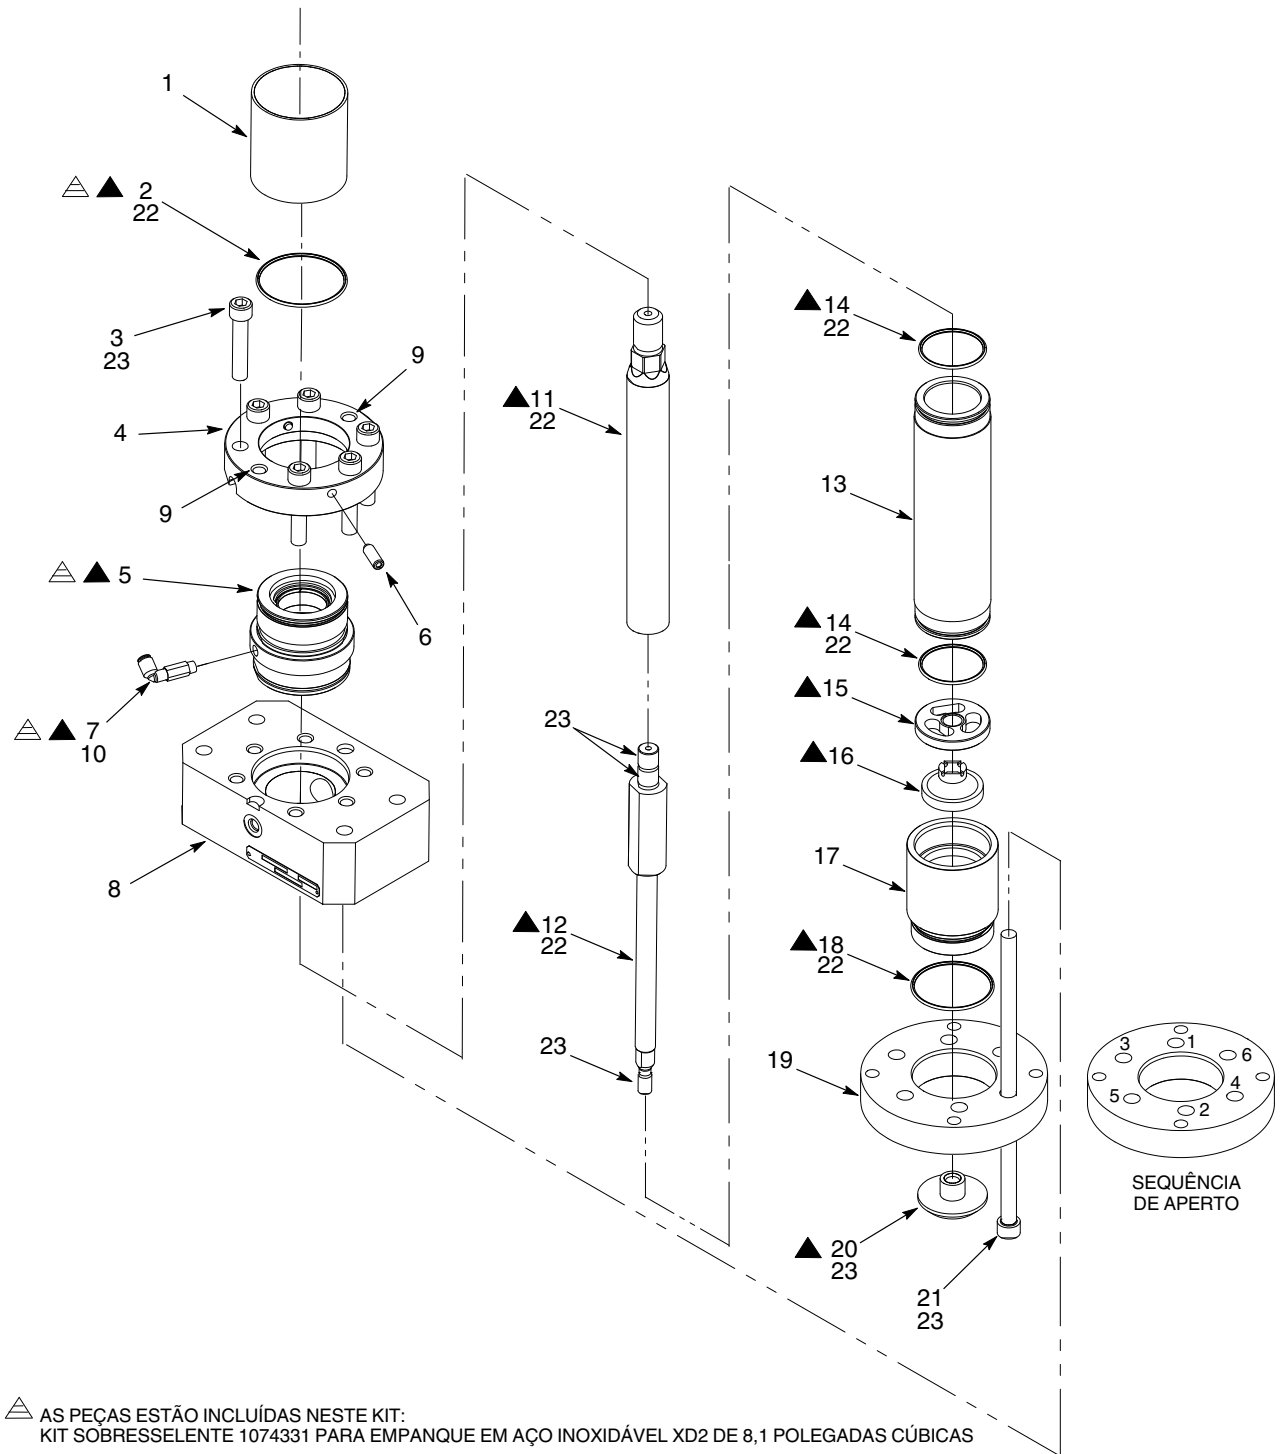

Figura 8 Reparações da seção hidráulica em aço inoxidável
1. Consulte a figura 8. Retire a câmara de solvente (1) e a junta tórica (2) do empanque (5). Elimine a junta tórica.
- a. Retire os parafusos (3) do rebordo (4). Introduza dois parafusos nos orifícios roscados (9) como ilustrado.
- b. Aperte os parafusos alternadamente para retirar o empanque do corpo superior da bomba (8).
- c. Desaperte os parafusos de fixação (6) e retire o empanque (5) do rebordo (4).
- d. Retire as uniões (7) do empanque.
3. Retire o adaptador da pá (20) da haste da pá (12).
4. Retire os parafusos (21) que fixam o conjunto do cilindro e o corpo da placa seguidora (19) ao corpo superior da bomba (8). Retire o corpo da placa seguidora.
5. Retire o corpo inferior (17), a junta tórica (18), a placa de retenção inferior (16) e o espaçador (15). Elimine a junta tórica.
6. Retire o corpo do cilindro (13) do corpo superior da bomba (8). Retire as juntas tóricas (14) do corpo do cilindro e elimine-as.
7. Retire o adaptador da pá (12) da haste do êmbolo (11).
1. Consulte a figura 8. Aplique cola de fixação de roscas (10) às roscas das uniões (7). Monte as uniões no empanque (5) e aperte-as bem.
2. Aplique lubrificante Mobil SHC 634 (22) à junta tórica do empanque (2) e à superfície interior do empanque (5).
3. Monte o rebordo superior (4) no empanque (5). Aperte os parafusos de fixação (6) até eles fazerem contacto com o empanque. Não aperte os parafusos de fixação demasiado.
4. Monte o conjunto de empanque no corpo (8).
5. Aplique Never Seeze (23) às roscas dos parafusos (3). Monte os parafusos no conjunto de empanque e aperte-os com 102-108 N•m (75-80 ft-lb).
6. Aplique lubrificante Mobil SHC 634 (22) às juntas tóricas (14) do corpo do cilindro. Monte as juntas tóricas no corpo do cilindro (13). Monte o corpo do cilindro no corpo superior da bomba (8).
- a. Aplique Never Seez (23) às roscas superiores e piloto da haste da pá (12).
- b. Ligue a haste da pá à haste do êmbolo (11) e aperte com 272-298 N•m (200-220 ft-lb).
- c. Aplique uma fina camada de lubrificante Mobil SHC 634 (22) à haste do êmbolo (11) e à haste da pá (12).
8. Monte o conjunto da haste do êmbolo no corpo do cilindro (13) e no empanque (5), utilizando uma prensa de parafuso ou uma prensa hidráulica.